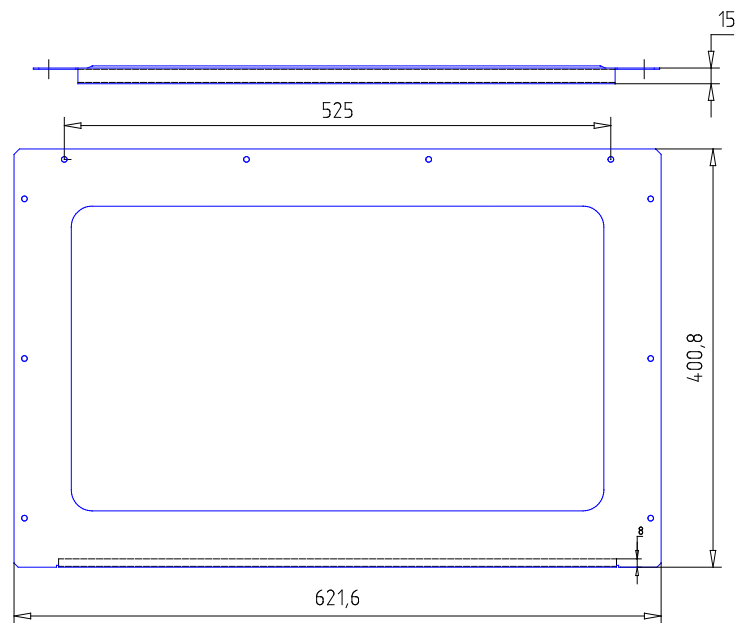
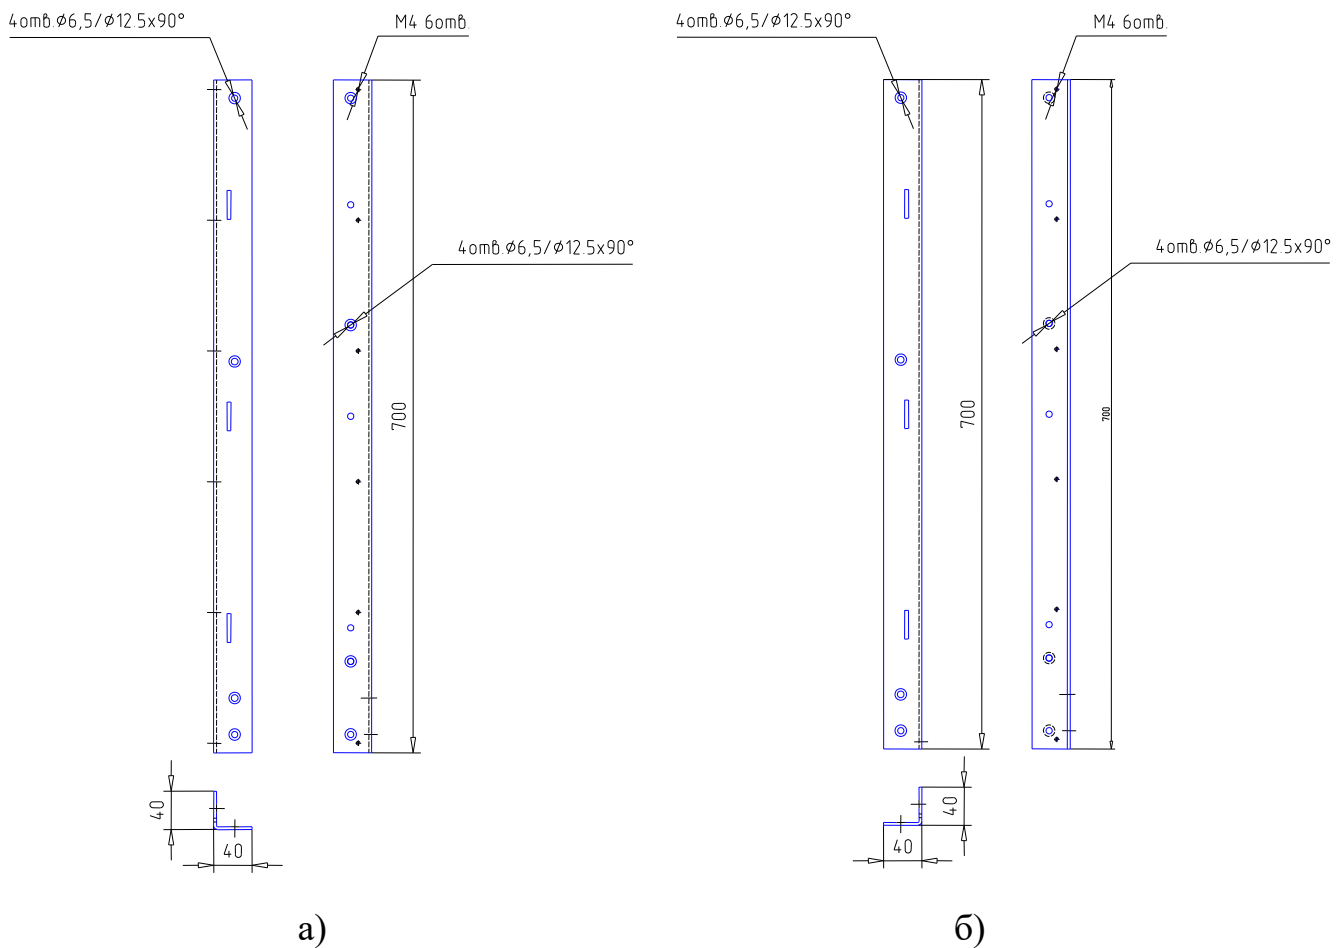
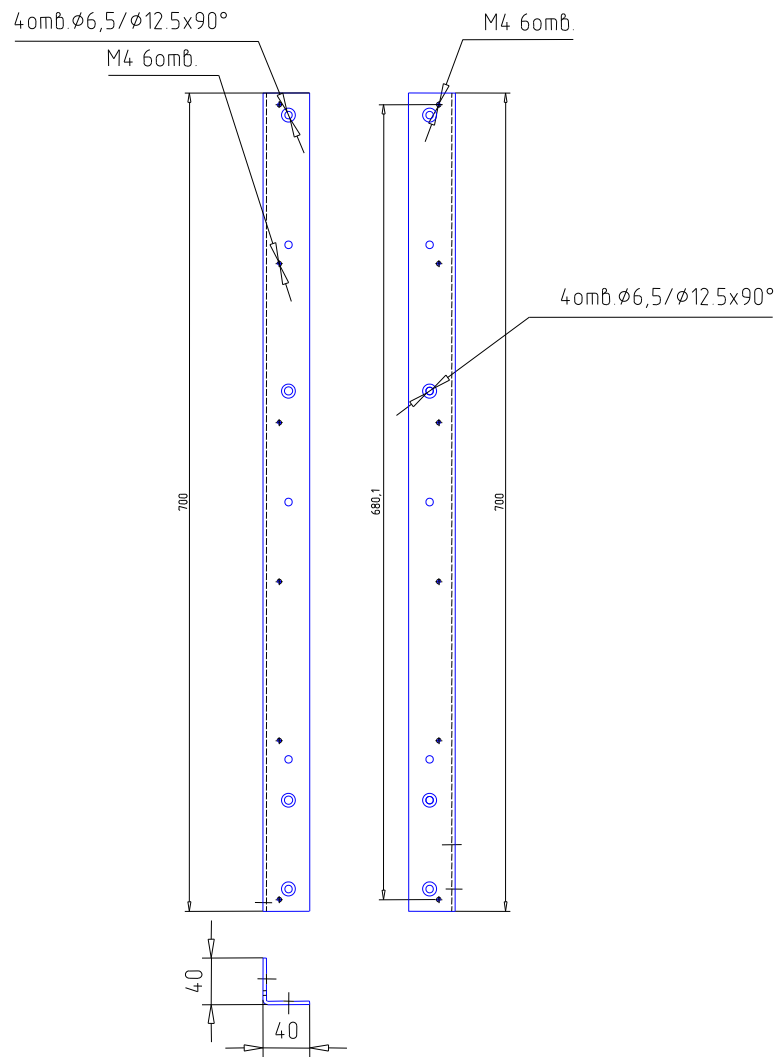
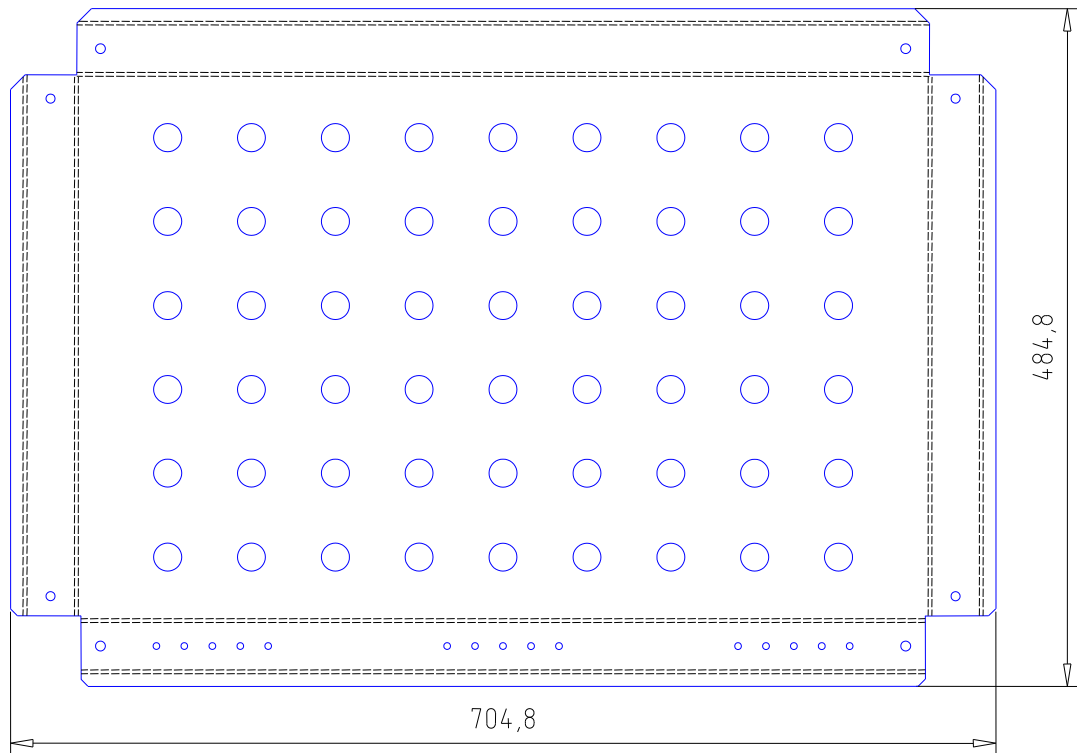

Рисунок 3.1 – Батарейный стеллаж Штиль МBS-02. Крышка верхняя
Рисунок 3.4 – Батарейный стеллаж Штиль MBS-02
Рисунок 3.5 – Батарейный стеллаж Штиль MBS-02. Стойка задняя
Рисунок 3.6 – Батарейный стеллаж Штиль MBS-02. Полка
4.2 Соединить винтами М6\*16 полки изделия (рисунок 3.6) со стойками задними (рисунок 3.5).
4.3 Соединить винтами М6\*16 полки изделия (рисунок 3.6) со стойками передними (рисунок 3.4).
- 4.4 Закрепить винтами М4\*6 боковые стенки изделия (рисунок 3.2) и заднюю стенку (рисунок 3.3 (б)) на стойках (рисунок 3.4 и 3.5)
- 4.6 Закрепить винтами М4\*6 верхнюю крышку изделия (рисунок 3.1) на стойках (рисунок 3.5 и 3.6)
4.8 Закрепить переднюю стенку изделия (рисунок 3.3 (а)) на передних стойках изделия (рисунок 3.4)